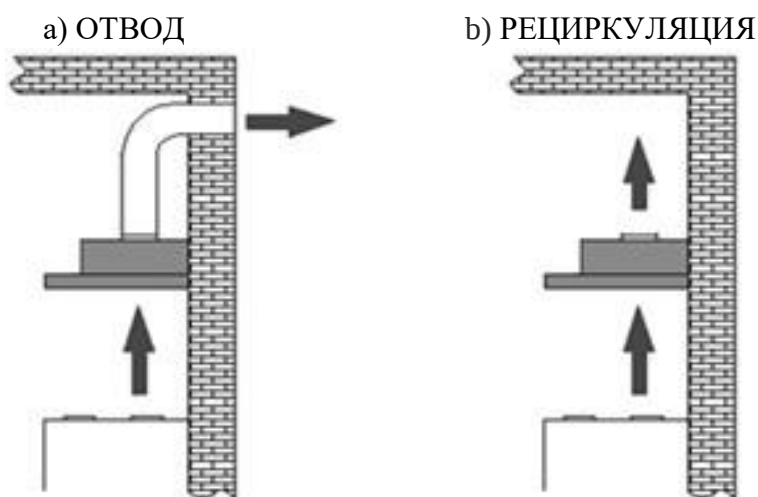

Рис. 7
1) Отвода (рис. 7а) – воздух удаляется из помещения через соединение вытяжки с вентиляционным каналом жестким пластиковым воздуховодом или гофрированным шлангом диаметром 120 мм. И, таким образом, все кухонные испарения, запахи, гарь и копоть, проходя через многоразовые алюминиевые жироулавливающие фильтры, выводятся за пределы помещения. При данном режиме работы нет необходимости устанавливать угольные фильтры. Режим отвода является наиболее эффективным, поскольку вытяжка удаляет все кухонные испарения за пределы кухни в вентиляционную шахту.
2) Рециркуляции (рис. 7б) – внутренняя циркуляция воздуха через угольные фильтры (рис. 8). Вытяжка в данном случае не подключается к вентиляционной шахте и, таким образом, воздух просто прогоняется через вытяжку внутри кухни.